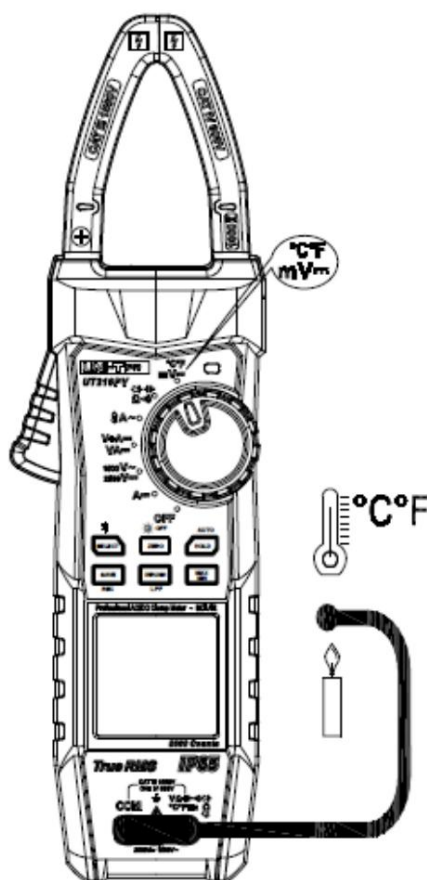

Figura 12
9. Măsurarea temperaturii (Figura 12)